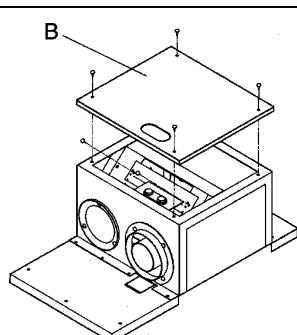

Рис. 3.14
- Отвинтите 4 крепежных винта и снимите крышку (B) с герметичной камеры (рис. 3.14)